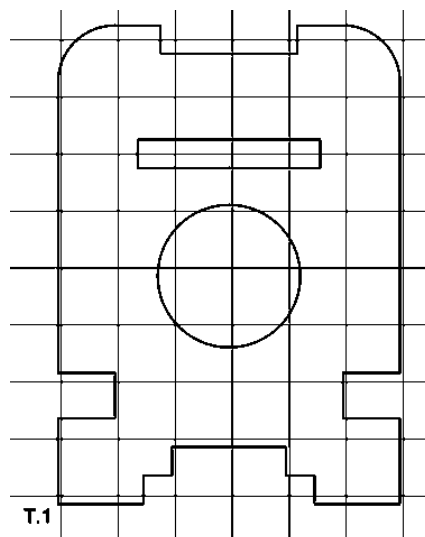

Рис. 49. Нанесение вырезов
3. Нанесение вырезов (рис. 49):